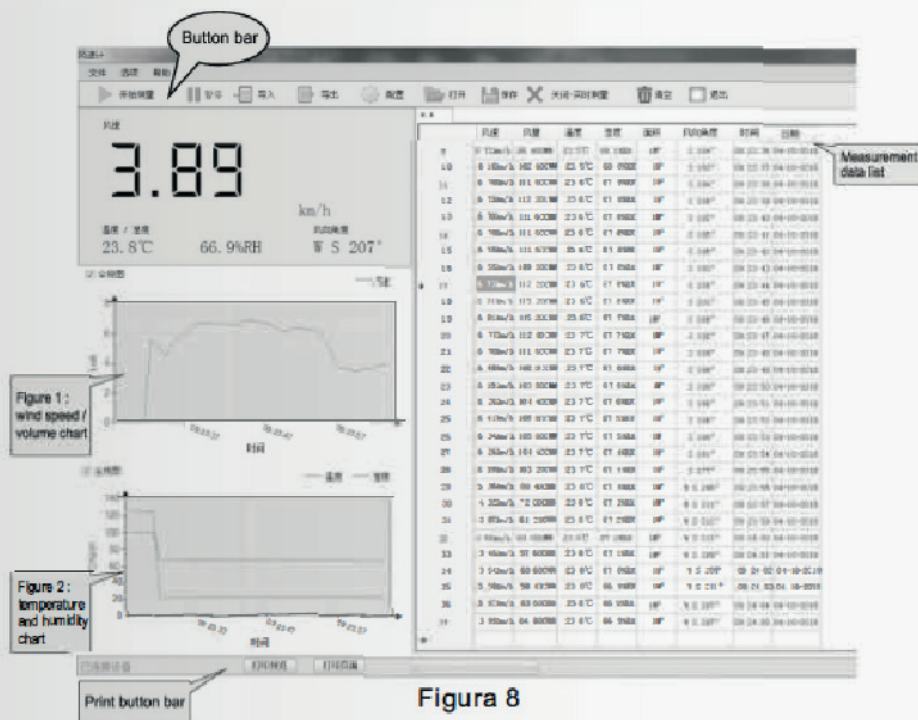

Figura 8
(1) Iniciar Medição	(2) Pausa	(3) Importar
(4) Exportar	(5) Configuração	(6) Abrir
(7) Salvar	(8) Desligado - medição em tempo real	(9) Vazio
(10) Sair
- Área de exibição: mude a velocidade e o volume do vento de acordo com o instrumento, a curva correspondente será exibida na área de exibição (gráfico de linha); conforme mostrado na Figura 8 abaixo.